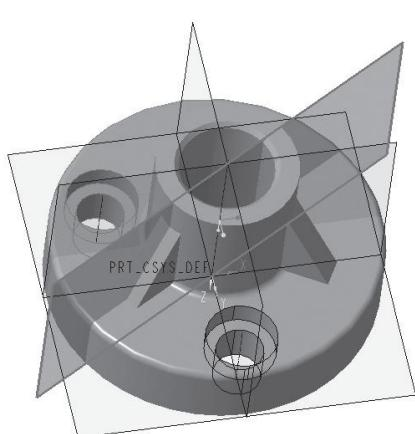

图 2-2-44 镜像平面 3
(1) 在模型树中先单击被镜像的旋转特征，再单击“编辑”菜单管理器中的“镜像”按钮，弹出“镜像平面”菜单，单击“DTM1”平面作为镜像平面。单击“确定”按钮，效果如图 2-2-44 所示。